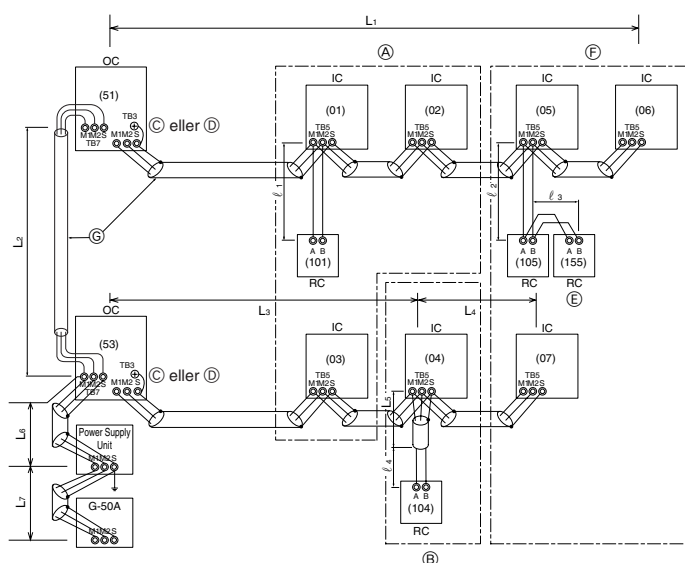

Fig. 6-2
■ M-NET fjärrkontroll (Fig. 6-2)